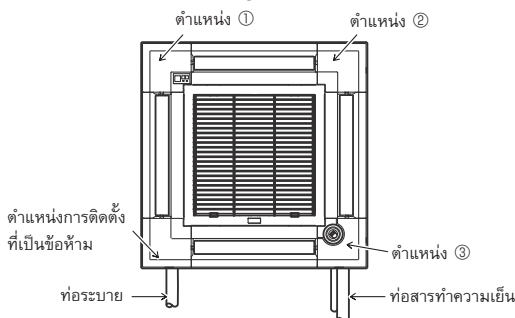

Fig. 9-11
ฝาครอบมุมตัวรับสัญญาณไม่สามารถติดตั้งบนด้านท่อระบายของเครื่องหลักได้ (ให้ดู Fig. 9-11)
- ฝาครอบมุมเซ็นเซอร์ i-see ควรถูกยึดไว้ที่ตะแกรง ① ด้วยสกรู ⑦
- * หากตำแหน่งของเซ็นเซอร์ i-see ถูกเปลี่ยนจากตำแหน่งเริ่มต้น (ตำแหน่ง ③) ไปยังตำแหน่งอื่น ให้เปลี่ยนการตั้งค่าฟังก์ชัน (ให้ดูหน้า 30 และ Fig. 9-11)
- ฝาครอบมุมเซ็นเซอร์ i-see ไม่สามารถติดตั้งบนด้านท่อระบายของเครื่องหลักได้ (ให้ดู Fig. 9-11)